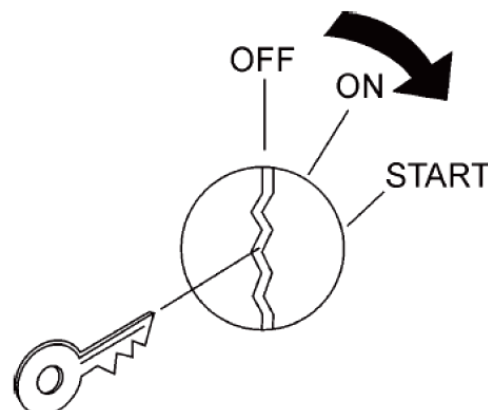

Figura 20. Switch de Ignición
7. Inserte la llave de encendido en la ignición (Figura 20), luego gire y sostenga la llave en sentido de las manecillas del reloj hasta que el motor encienda, suelte la llave.